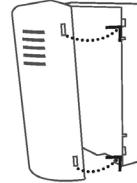

Fig.6
5. Inserire le tre batterie ricaricabili caricate, rispettando la polarità indicata (per approfondire la funzione delle batterie riferirsi al paragrafo *Batterie*) (Fig.6).